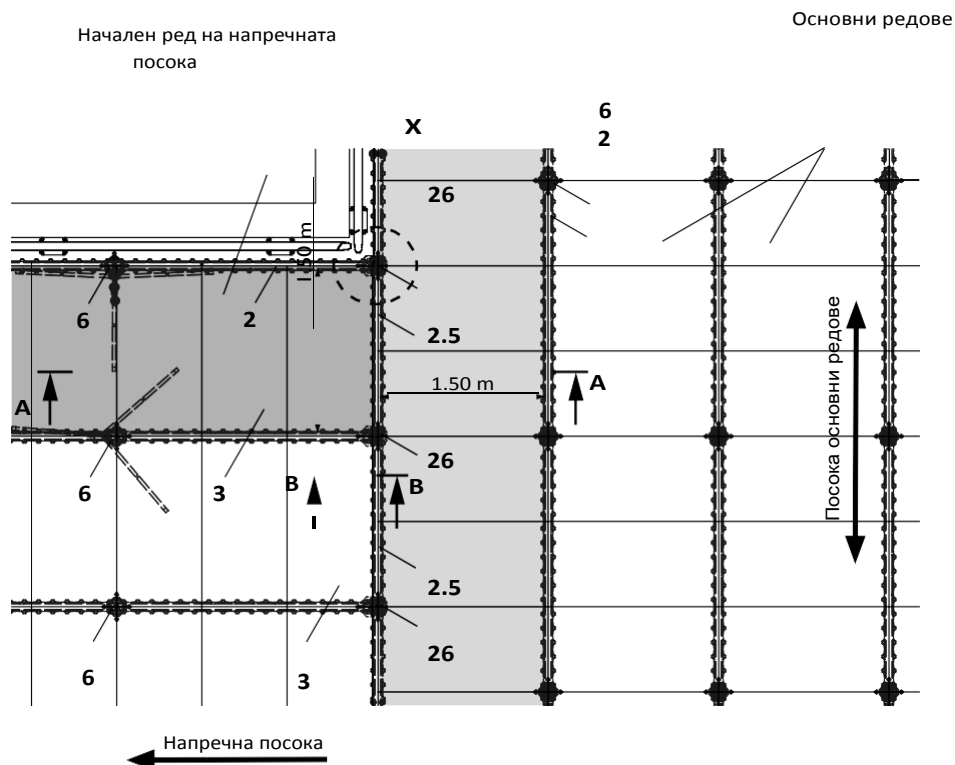

Fig. A10.02
(Fig. A10.02)
1. Монтирайте подпори с обръщаща глава SDKS (26) на разстояние 1.50 m и осигурете с триноги.
2. Монтирайте трегер SLT 150 (2.5) – вместо SLT 225. (Fig. A10.02 + A10.02a)
3. Продължете сглобяването на редовете в напречна посока с подпори, опорни глави SSK (6) и трегери SLT: виж Секция A4 Кофриране. (Fig. A10.02 + A10.03) Подсигурете подпорите с триноги.
4. Монтирайте панелите SDP 150 x 75 (3) в напречна посока. (Fig. A10.02)